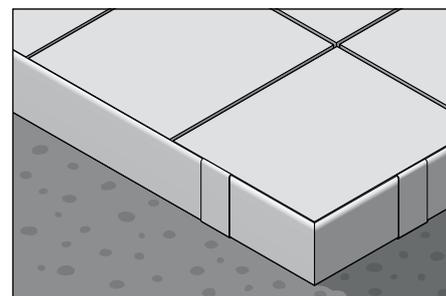

Fig. 7
Mise en œuvre pour la pose de dalles autoportées sur le système de supports de dalles avec BARA-RT/ BARA-RTC (Fig. 7)
2. En cas d'utilisation du système de supports de dalles TROBA-LEVEL, le profilé de rive BARA-RT/-RTC masque le chant du revêtement (Fig. 7).